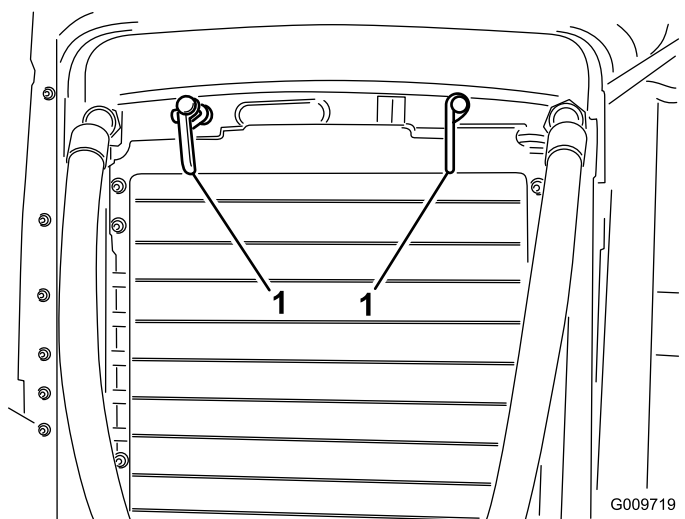

Figure 51
2. Tournez les verrous (Figure 51) qui fixent le refroidisseur d'huile au châssis.